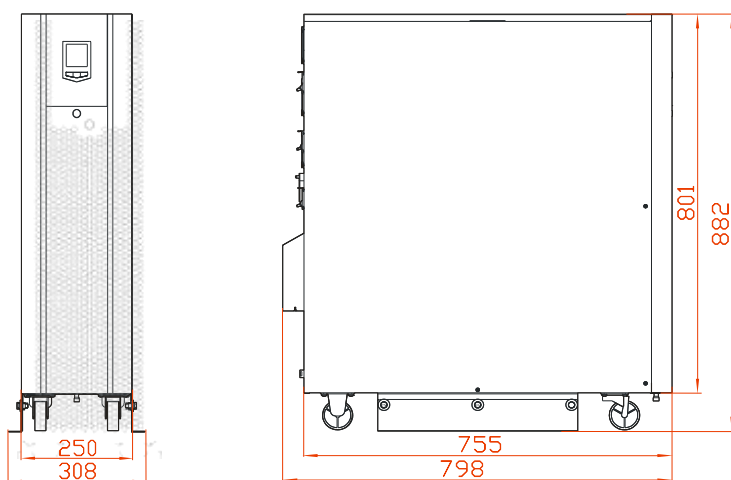
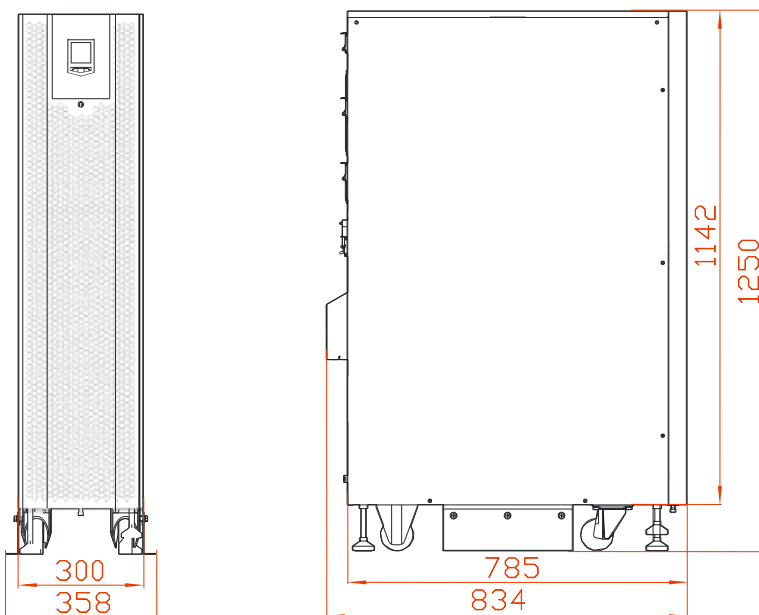

Рис. 3-6 Внешние размеры ИБП 10/10С/15/15С/20/20С
Рис. 3-7 Внешние размеры ИБП 30/30С/40/40С
Step 2 Определите и спланируйте место для установки в соответствии с размерами устройства (показаны на Рис. 3-6, Рис. 3-7) и требованиями по свободному пространству вокруг него (см. 3.2.3).